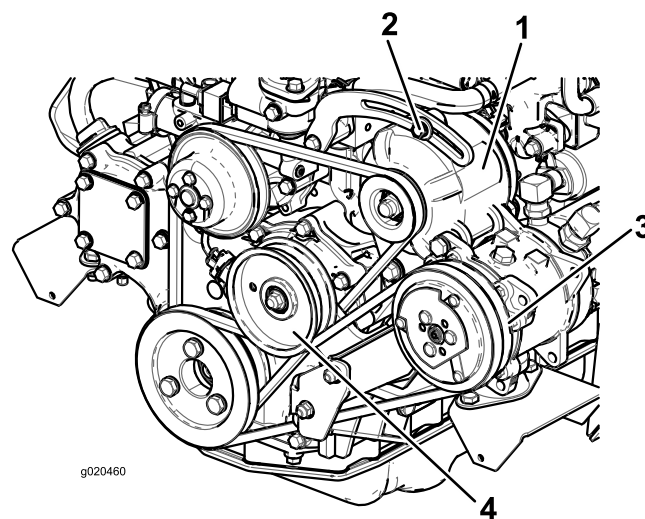

Bild 96
Prüfen Sie den Zustand und die Spannung des Riemens (**Bild 96**) alle 100 Betriebsstunden.
2. Lockern Sie bei einer Durchbiegung von mehr oder weniger als 10 mm die Befestigungsschrauben der Lichtmaschine (**Bild 96**). Erhöhen oder reduzieren Sie die Spannung des Lichtmaschinen-Treibriemens und ziehen Sie die Schrauben wieder fest. Prüfen Sie die Riemen Spannung noch einmal auf korrekte Einstellung.
2. Lockern Sie bei einer Durchbiegung von mehr oder weniger als 10 mm die Befestigungsschraube der Spannscheibe (Bild 96). Erhöhen oder reduzieren Sie die Spannung der Kompressor-Riemenspannung und ziehen Sie die Schraube fest. Prüfen Sie die Riemenspannung noch einmal auf korrekte Einstellung.